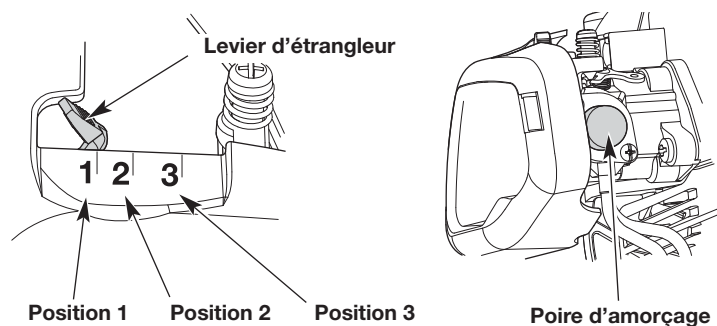

Fig. 8
3. Lentement, pressez puis relâchez **10 fois** de suite la poire d'amorçage (Fig. 8). Si vous ne voyez pas de carburant dans la poire d'amorçage, pressez et relâchez la poire jusqu'à ce que du carburant soit visible.
4. Mettez le levier d'étrangleur en **Position 1** (Fig. 8).
7. Continuez de presser la manette des gaz. Mettez le levier d'étrangleur en **Position 2** (Fig. 8).
10. Continuez de presser la manette des gaz. Mettez le levier d'étrangleur en **Position 3** (Fig. 8) et continuez à faire chauffer le moteur pendant 60 secondes de plus. L'appareil peut être utilisé pendant ce temps.
SI... le moteur a des à-coups, remettez le levier d'étrangleur en **Position 2** (Fig. 8) et continuez à chauffer le moteur.